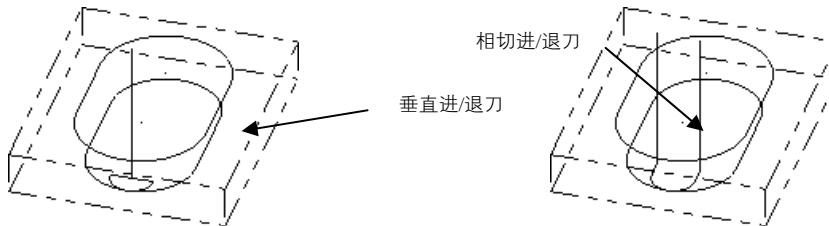

图 9-10 垂直进/退刀与相切进/退刀
- **垂直/相切：**是指进/退刀线与刀具路径所成的角度，如图 9-10 所示。